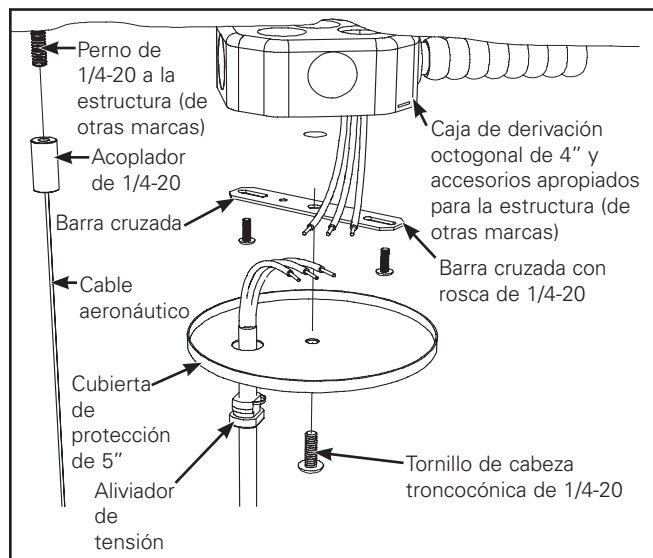

Figura 1. Alimentación
1. Ubicaciones de montaje del diseño. (Figura 1.)